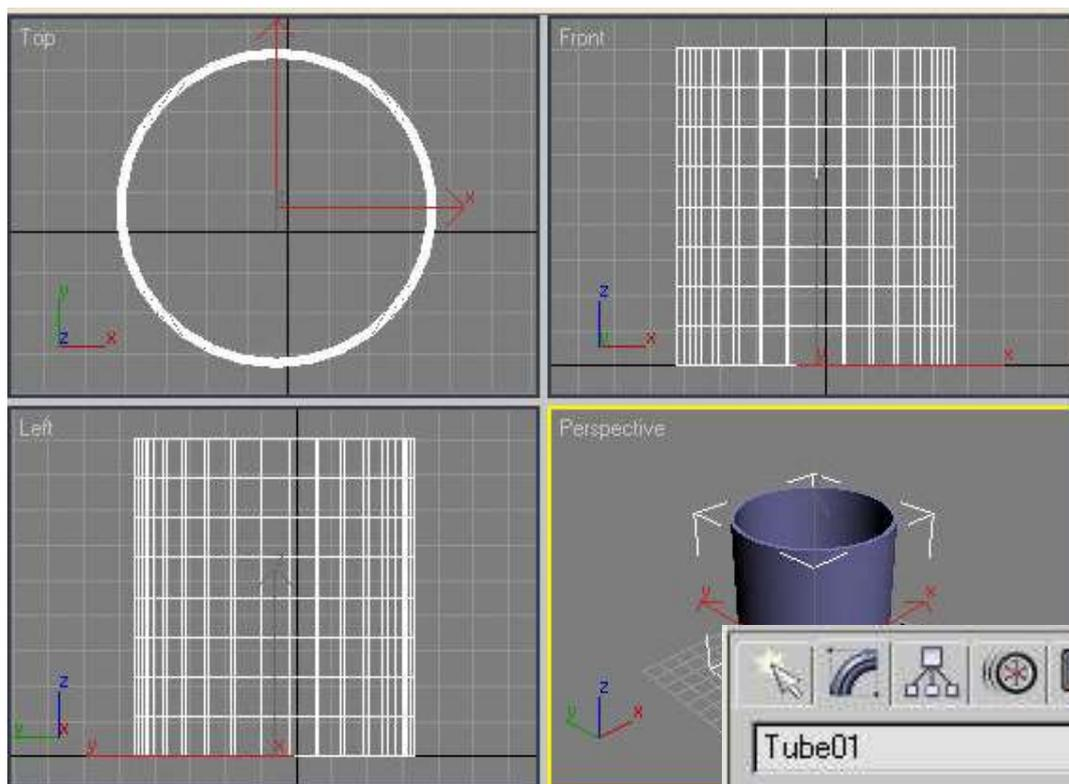

Рис. 2 – Объект **Tube** (Трубка) в окнах проекций
3. Кликните мышью в любом месте окна проекции и, не отпуская кнопку, изменяйте положение указателя мыши до тех пор, пока объект в окне не достигнет нужного размера. Отпустите кнопку мыши (рис.2).